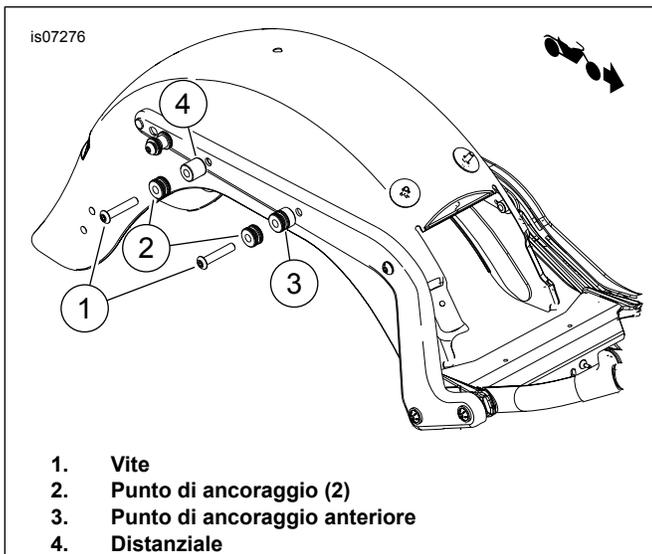

Figura 4. Installazione del punto di ancoraggio (con altri accessori rimovibili)
SENZA altri accessori rimovibili: Vedere Figura 4. Inserire le viti (1) attraverso i mini punti di ancoraggio (2), il punto di ancoraggio anteriore (3) e il distanziale posteriore (4). Installare le viti nella staffa di montaggio del sostegno del parafango (all'interno del parafango). Serrare le viti a 28–36 N·m (21–27 ft-lbs).